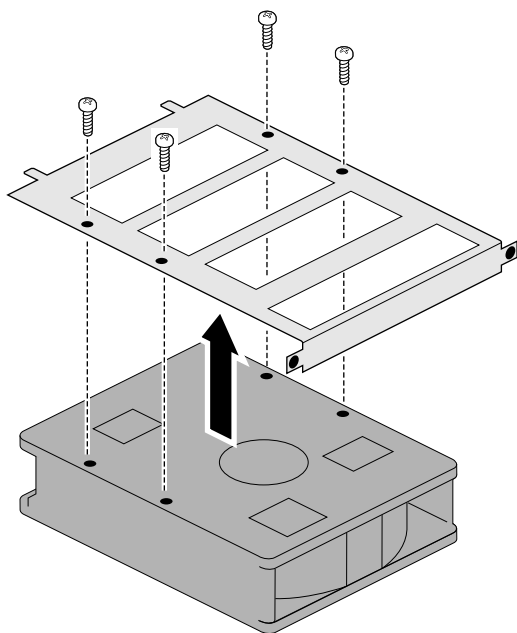

図 4-19 ドライブブラケットの取り外し
6. ブラケットとドライブを固定している4本のネジを外して、ドライブからブラケットを取り外します (図 4-19)。